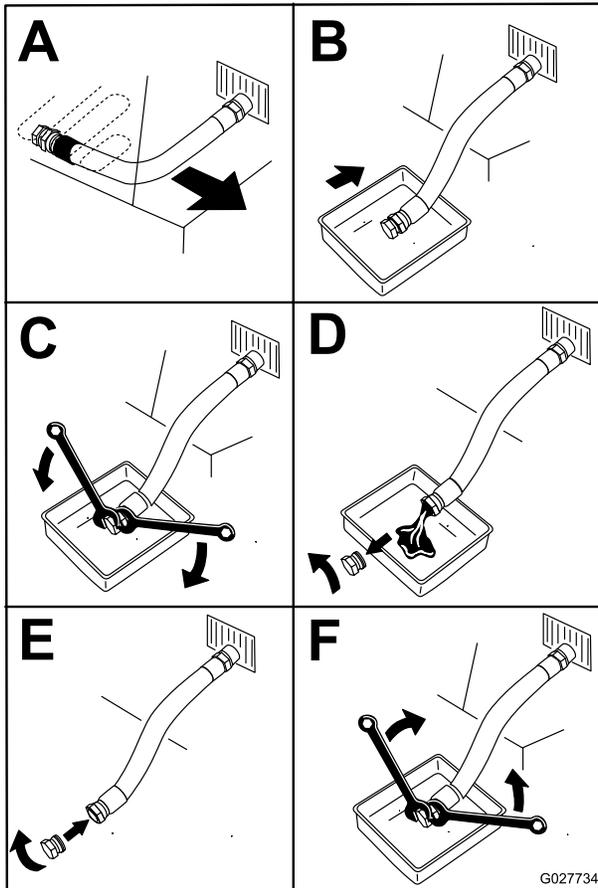

Figure 47
5. Vidangez l'huile moteur (Figure 47).